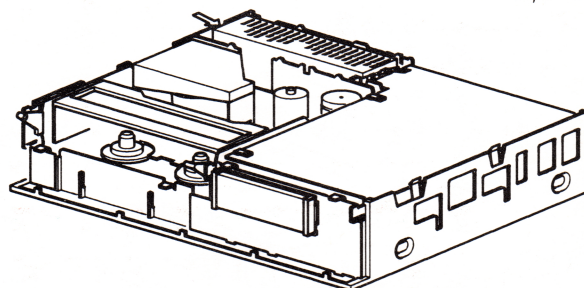

Fig. 2-4
- Druk de kastdelen links en rechts van de voeding iets naar buiten. Hierna is de gehele voeding JSM uit de kast te verwijderen (zie fig. 2-4).